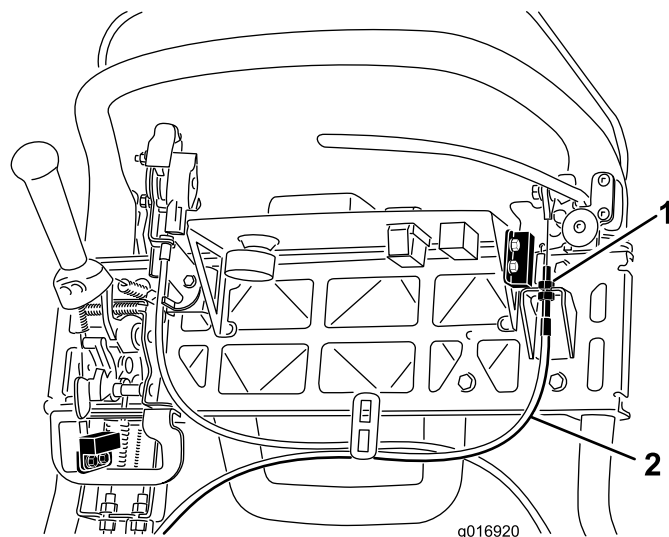

Figure 40
3. Pour accroître la tension du câble, desserrez l'écrou de blocage supérieur et serrez l'écrou de blocage inférieur du câble (Figure 40) jusqu'à ce qu'il soit nécessaire d'exercer une force de 156 N sur la poignée du levier de frein pour débloquer le verrou du frein de stationnement. Ne tendez pas le câble au point que la bande du frein frotte en permanence.